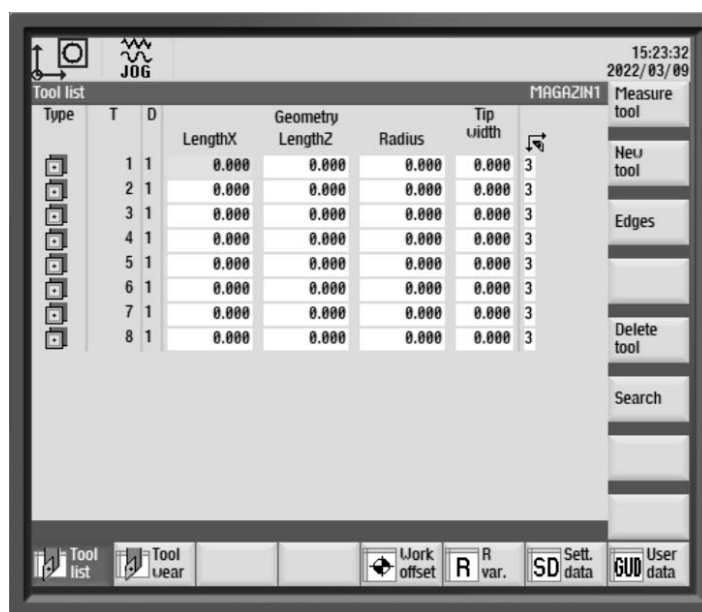
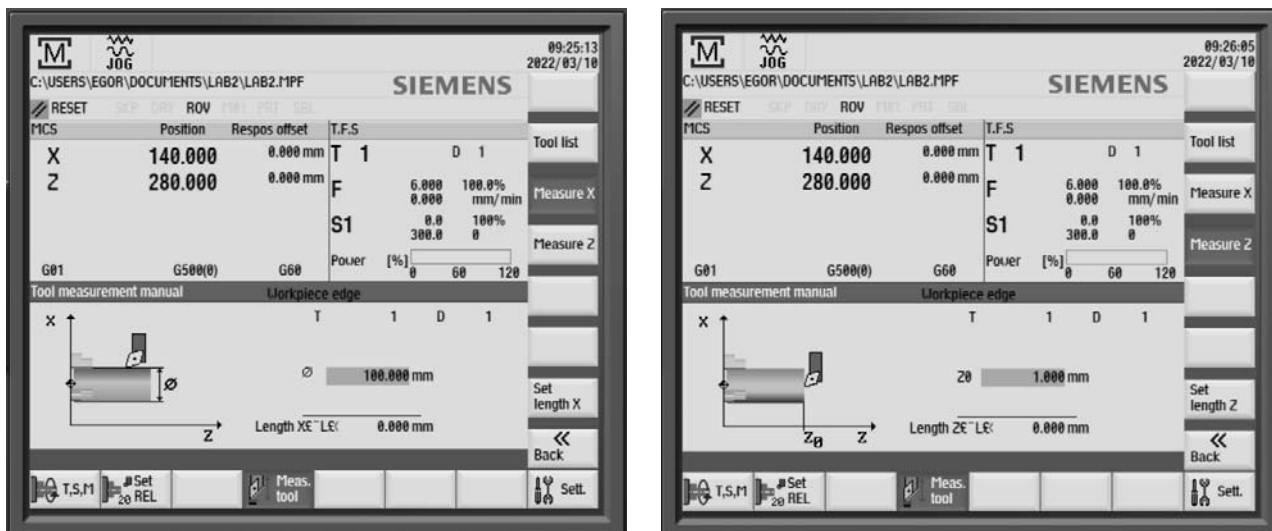

Рисунок 1.16 – Окно параметров «привязка инструмента»
Рисунок 1.17 – Привязка инструмента
9.1 В режиме «JOG» нажать клавишу «OFFSET» (рисунок 1.16).
9.3 Нажать клавиши «Measure tool», «Measure X» и выполнить привязку инструмента по диаметру (рисунок 1.17, см. рисунок 1.16):
11.2 Нажать клавишу «Measure Z» выполнить привязку инструмента по оси Z (см. рисунок 1.17):